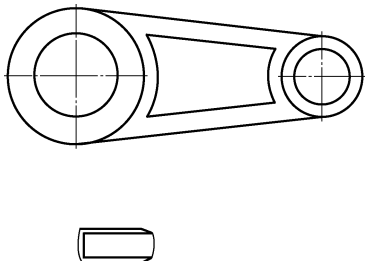

图 8-47 生成剪裁视图
- [3] 单击工程图工具栏上的【剪裁视图】按钮, 生成剪裁视图，如图 8-47 所示。